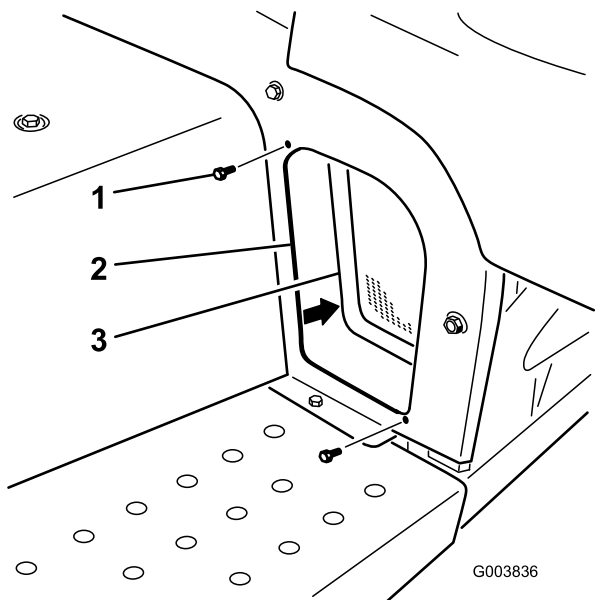

Figura 6
5. Rimuovete le 2 viti a testa flangiata che fissano la griglia anteriore sinistra al telaio (Figura 6). Rimuovete e conservate la griglia e la bulloneria.